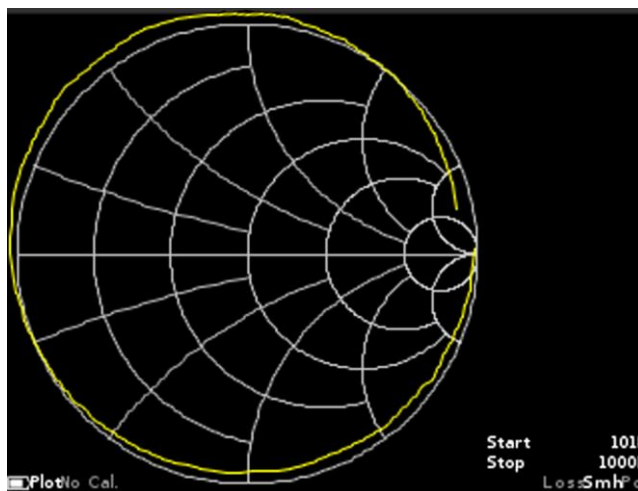

Рисунок 9.23 – Смещение плоскости калибровки дополнительным кабелем
9.9.2. Подключим дополнительный (переходной) кабель небольшой длины с суммарным затуханием сигнала не более 1 дБ. При этом на диаграмме Вольперта-Смита и полярной диаграмме, окружность с минимальным радиусом преобразуется в дугу (Рисунок 9.23).